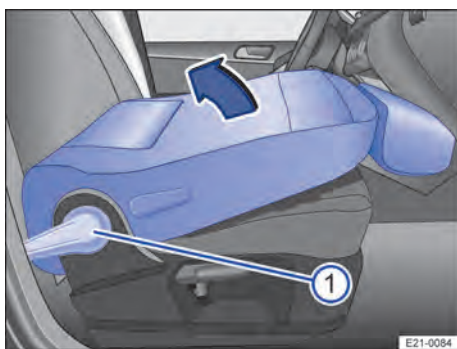

Abb. 67 Beifahrersitz: Sitzlehne zurückklappen.
2. Zum Zurückklappen Hebel → Abb. 67 ⓘ nach unten drücken, um die Beifahrersitzlehne erneut zu entriegeln.
3. Beifahrersitzlehne in Pfeilrichtung → Abb. 67 nach hinten in die aufrechte Position klappen.